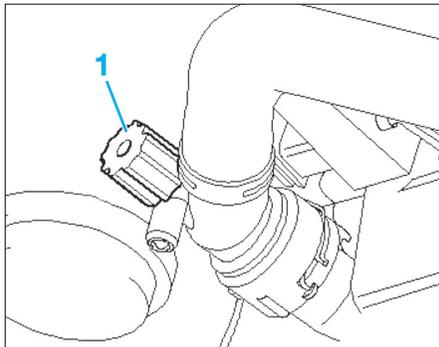
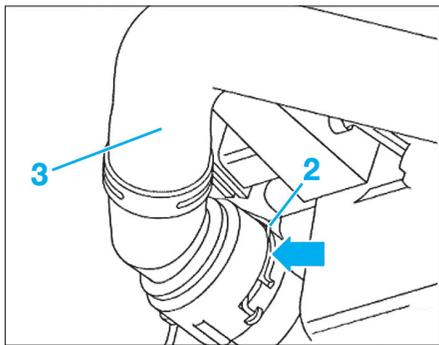
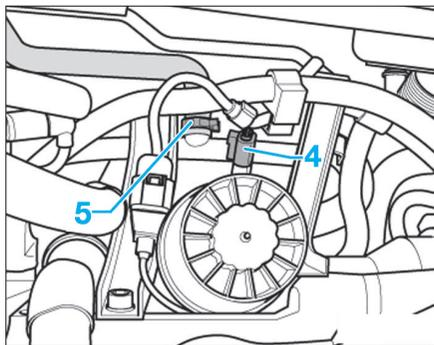

Fig. 31
Fig. 32
Fig. 33
- Dévisser la vis de vidange (1) du radiateur (Fig.31).
- Déposer l'agrafe (2) de la durit inférieure (3) du radiateur de refroidissement (Fig.32).
- Débrancher le connecteur (4) du contacteur de pression d'huile.
- Déposer la durit (5) et laisser s'écouler le reste de liquide de refroidissement (Fig.33).
- En fonction du véhicule, reposer la durit inférieure du radiateur de refroidissement (3) et l'agrafe (2) ou bien la vis de vidange (1) (Fig.31) et (Fig.32).
- Mettre en place la durit (5).
- Brancher le connecteur (4) du contacteur de pression d'huile (Fig.33).